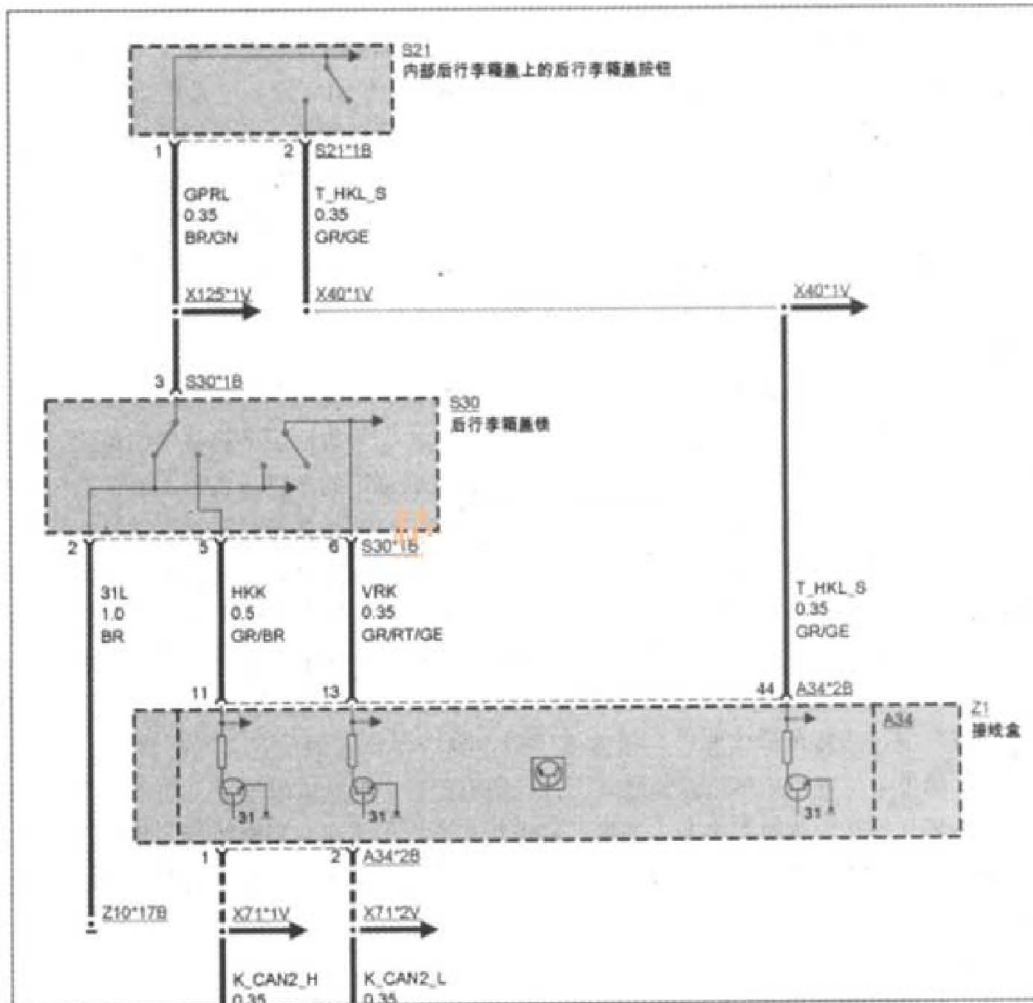

图 3 后备箱盖锁块开关信号输出电路
- 5). 接下来通过检测仪调后备箱盖锁块开关信号的输出电路图，如图 3 所示，6 号脚为预关闭信号输出端，5 号脚为已关闭信号输出端。断开锁块的连接端子，测量发现 2 号脚和 5 号脚一直是呈导通状态，无论怎么改变锁块的状态都没有变化，这就证明了前面的分析判断，问题就出在后备箱盖锁块的输出信号上，软关闭系统需要的是锁块状态预关闭信号，后备箱举升装置需要的是锁块状态已打开的信号，而锁块只能输出已关闭的信号，所以两个系统都无法正常工作了。